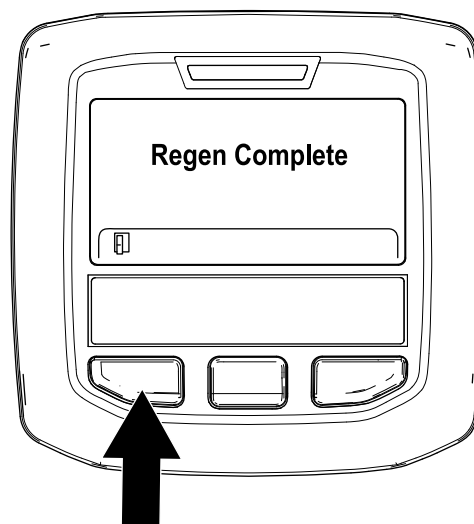

Figure 50
9. La régénération en stationnement est terminée quand le message « Regen Complete » (régén. terminée) s'affiche dans l'InfoCenter. Appuyez sur le bouton gauche pour quitter l'écran d'accueil (Figure 50).